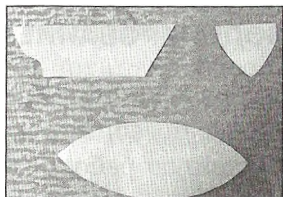

Рис. 51
**Занятие 2** предусматривает выполнение графической и технологической документации. Учитель демонстрирует чертежи модели судна (рис. 49, 50). Учащиеся знакомятся с устройством модели, размерами корпуса и палубных надстроек, материалами, из которых будет изготавливаться модель; затем из плотной бумаги изготавливают шаблоны корпуса модели (рис. 51).